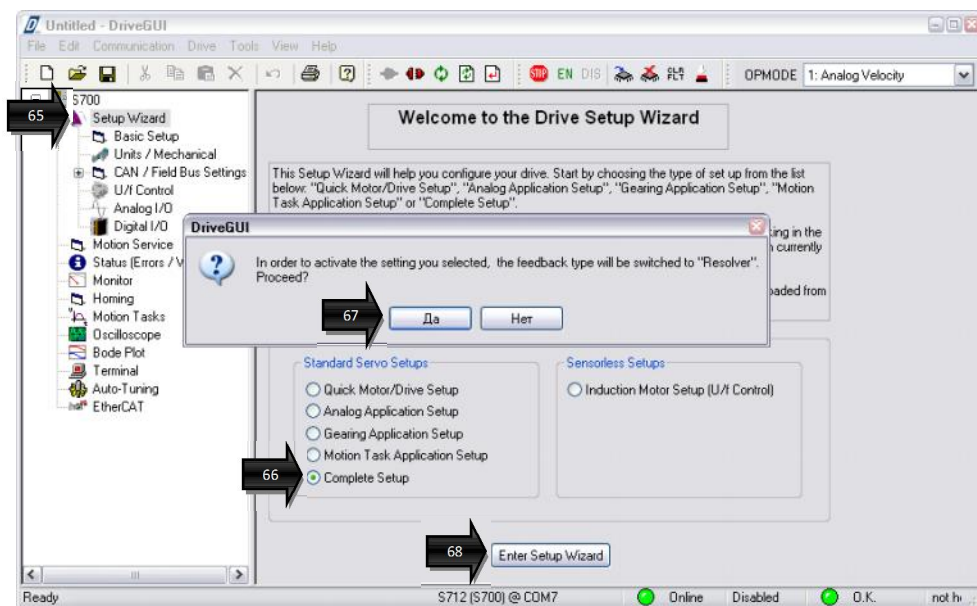

Рисунок 25 – Возврат в «Complete Setup»
5.13 Выполнить возврат в мастер полной настройки привода (порядок действий описан на рис. 25). При выборе пункта «Complete Setup»  в окне «Setup Wizard»  всплывает диалоговое окно с сообщением о том, что в качестве обратной связи будет использоваться резольвер²⁹. Требуется подтверждение кнопкой .